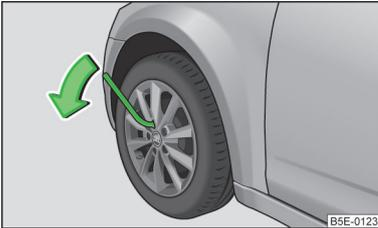

Abb. 162
- Am Schlüsselende fassen und die Schraube etwa **eine** Umdrehung in Pfeilrichtung drehen » Abb. 162.
- Am Schlüsselende fassen und die Schraube entgegen der Pfeilrichtung drehen » Abb. 162, bis diese fest ist.